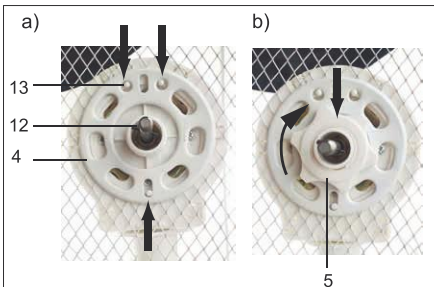

Fig.159: Монтаж задней защитной решетки
4. Установите заднюю защитную решетку (4) на ось (12) и направляющие штифты (13) блока двигателя. См. рис. 159, а).
5. Установите шестигранную гайку (5) на ось перед задней защитной решеткой и закрутите ее по часовой стрелке. См. рис. 159, b).